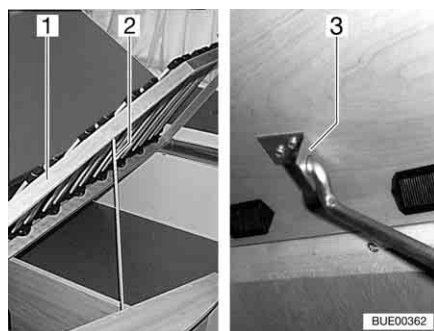

Fig. 84 Lit fixe
- Soulever le sommier à lattes (Fig. 84,1), détacher la tige (Fig. 84,2) de l'ancrage et l'insérer dans le trou du support (Fig. 84,3).
- Soulever le sommier à lattes (Fig. 84,1), détacher la tige (Fig. 84,2) du support (Fig. 84,3) et l'insérer dans l'ancrage.